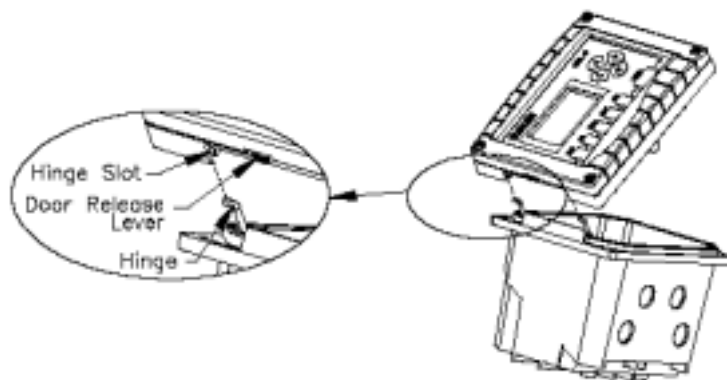

图 4-1 测定仪门组件的细节
3. 拿住门，将门释放控制杆（图 4-1）向上拨起，从而将门从铰链中释放出来。
要安上测定仪的门，参考图 4-1：